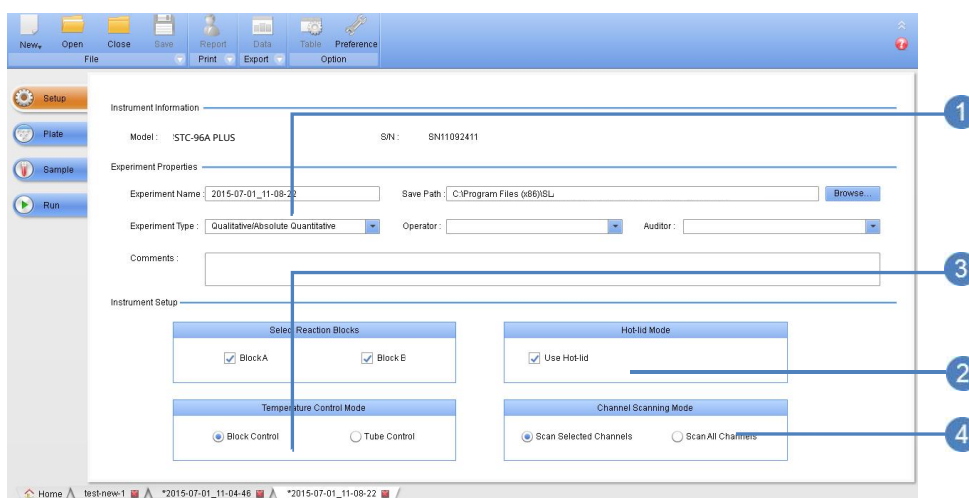

Fig 4- 20
- 1 Faceți clic pe **Înființat** (Fig 4- 20) și introduceți informațiile generale în **Informații despre experiment** zonă: